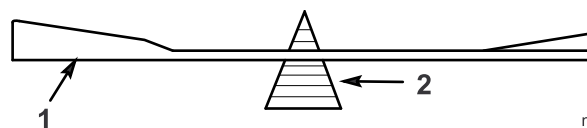

**Figura 41**
- Utilice una lima para afilar el filo de corte en ambos extremos de cada cuchilla (Figura 41).